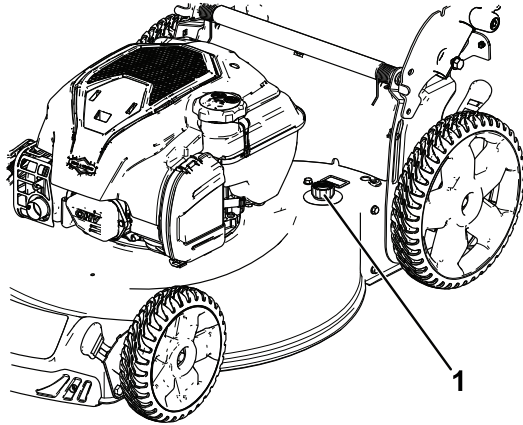

Bild 19
5. Befestigen Sie einen Gartenschlauch, der an einen Wasserhahn angeschlossen ist, am Wasseranschluss (Bild 19).